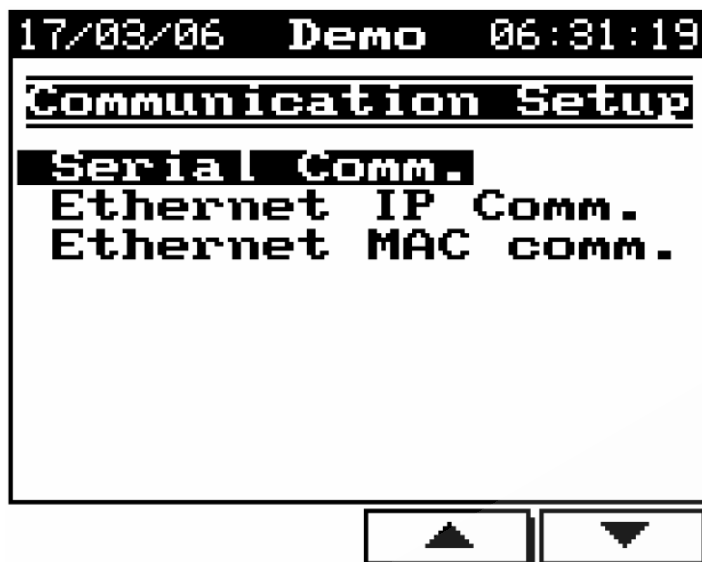

Рис. 41
1. Войдите в меню **Technical** (подробности см. в п. 4.1). В меню **Technical** выберите пункт **Communication Settings** и нажмите «Enter». На дисплее появится экран выбора типа соединения (рис. 41):